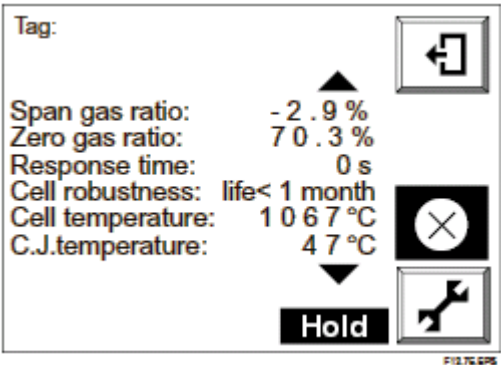

图 12.7
- b. 按 ▼ 键显示“铅池寿命”。好的铅池（传感器）显示“Life>1 year”（图 12.7）。